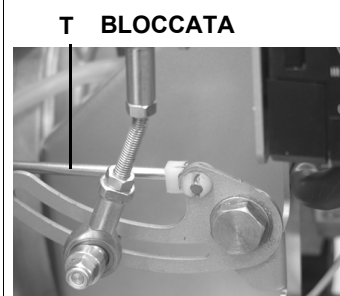

Fig. 35
- 3 liberare il tirante **T** (vedi Fig. 35);